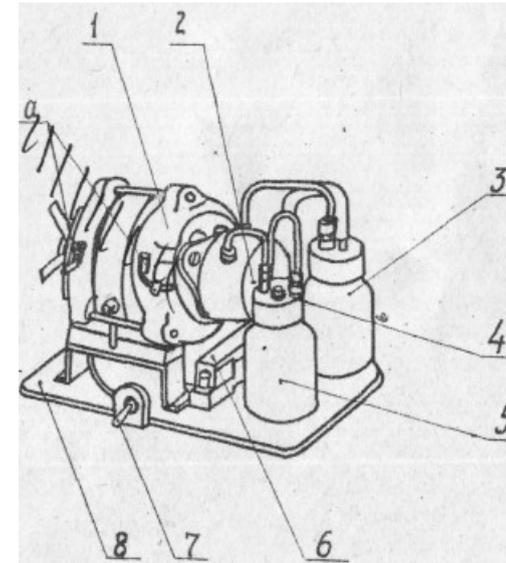
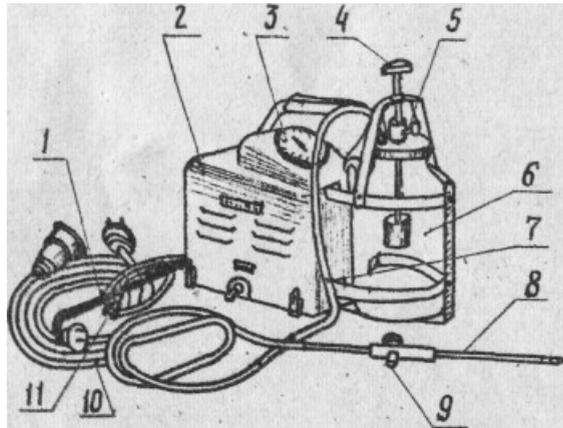

Рис.1. Механизм электроотсоса.
РИС.2. Электроотсасыватель
41. Электроотсасыватель представляет собой переносной электро-механический аппарат состоящий из вакуумного насоса 2 /рис.1/, электродвигателя I, вакуум-резервуара 3, масленки насоса 5, вакуумметра 3 /рис.2/ и приемного сосуда 6.
Для обеспечения плавной работы электроотсасыватель имеет вакуум-резервуар, служащий одновременно предохранителем от случайного попадания жидкости. Масло засасывается из масленки насоса и циркулирует между насосом и масленкой. Заливка масла в масленку производится через пробку 4 /рис.1/.
В специальной корзине, укрепленной на кожухе электроотсасывателя, помещен приемный сосуд. На крышке приемного сосуда имеются штуцеры для присоединения шлангов и вентиль 5 /рис.2/ для регулирования глубины вакуума. На крышке укреплен поплавковый предохранительный клапан, автоматически перекрывающий всасывающий патрубок при накоплении жидкости до предельного уровня. Клапан предохраняет от попадания жидкости в вакуум-резервуар насоса.
Трубка аспирационная 8 /рис.2/ вставляется в замок крана 9 и соединяется с приемным сосудом- при помощи шлангов /резиновых медицинских вакуумных трубок/ 7. Между резиновыми трубками вставлена соединительная прозрачная трубка для контроля прохождения жидкости. Объем отсосанной жидкости показывает шкала с делениями нанесенными через каждые 100 мл, укрепленная на корзине.
6.2. Залить масло в масляном электродвигателя, сняв колпачок /рис.1/.
6.6. Установить необходимый вакуум ври помощи вентиля 5 /рис.2/.
6.7. Для удаления жидкости из приемного сосуда выключить электроотсоса. Отвернуть винт 4 /Рис.2/, принимающий крышку аршного сосуда, и отвести в сторону скобу. Снять крышку и вынуть из корзины приемный сосуд,